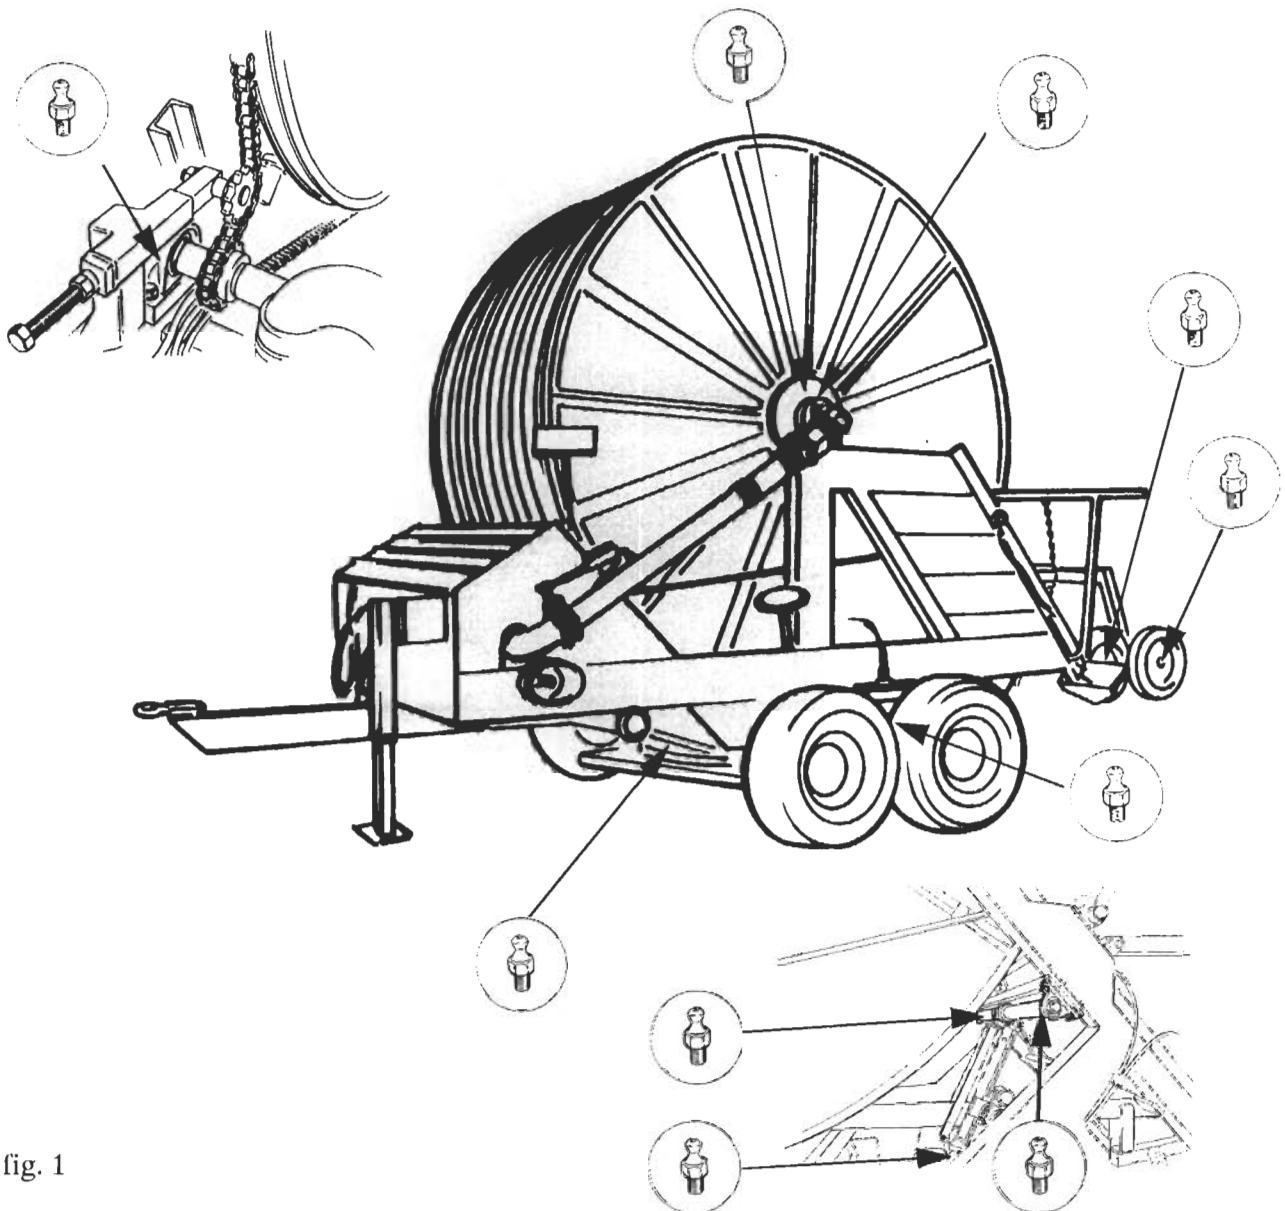

fig. 1
- 2) Ingrassare la macchina in ogni sua parte (fig.1). Successivamente si raccomanda di ingrassare le parti ogni 100 ore di lavoro.